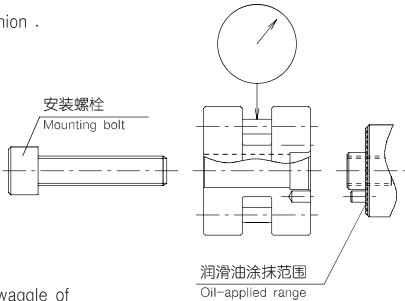

图1 / Fig. 1
2. 在法兰的滚轮安装面上轻轻涂抹润滑油或者润滑脂 (图1)。
Lightly apply oil grease to the roller pinion mounted surface of the flange(Fig. 1).